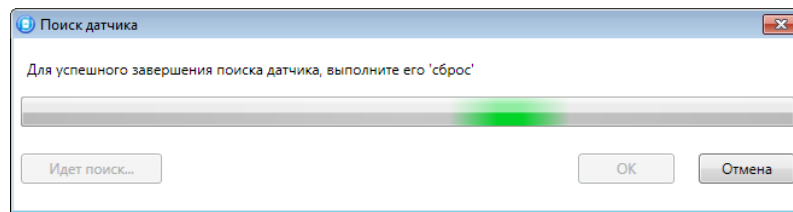

Рисунок 4.42 — Поиск радиоустройства
3. После нажатия кнопки *OK* начнется поиск радиоустройства контроллером (см. рисунок 4.42). Для того чтобы устройство было найдено контроллером, его следует перевести в режим связывания (выполнить «сброс»).